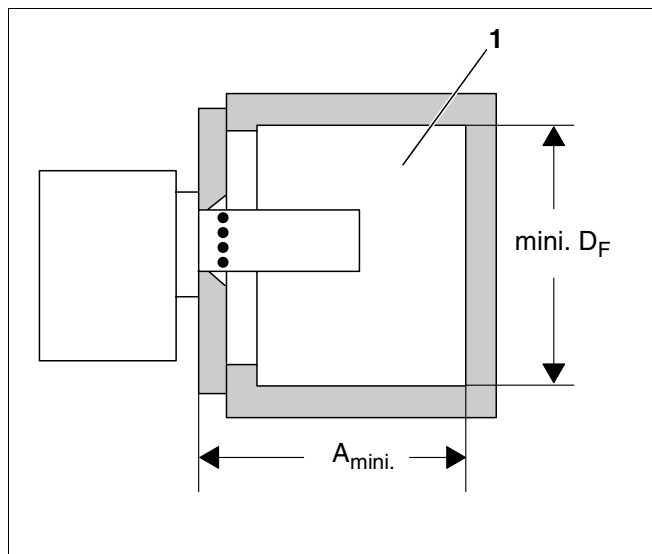

Fig. 6 Foyer
Vous trouverez l'affectation de la taille du brûleur à une puissance de chaudière précise ainsi que les exigences minimum du foyer (fig. 6, pos. 1) dans le tableau ci-dessous (Tabl. 2).